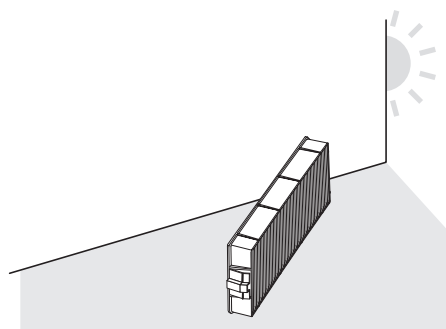

図 2
- エアフィルターユニットの接続端子側 (後面側) の枠中央にあるつまみを、矢印のとおり内側に少し押しながらプロジェクト本体のつまみから外して引き出し、エアフィルターユニットを取り出します。(図 2)
2) エアフィルターユニットを乾燥させる (図 2)